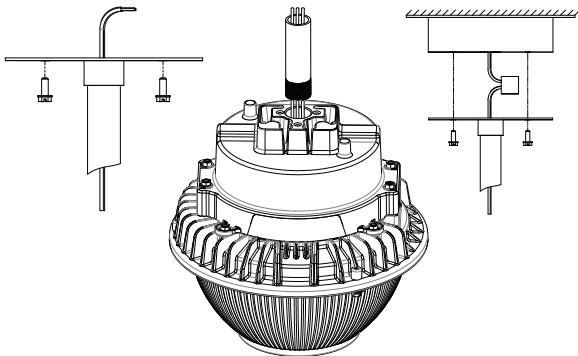

Figura 1
1. Inserte los cables a través del conducto rígido colgante de ¾" e inserte el conducto a la carcasa superior del aparato (figura 1- izquierda).
3. Realice las conexiones de cableado necesarias con la caja de conexiones a prueba de agua proporcionada por el cliente (Vea figura 1-derecha).